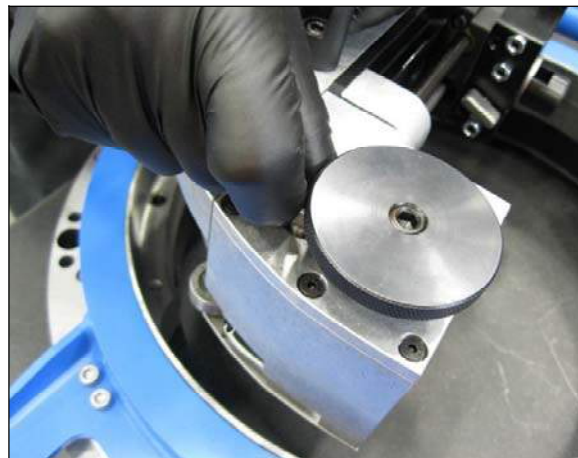

Рисунок 3-20. Выравнивание корпуса подвижного узла в пазу кулачка (ПОКАЗАНА МОДЕЛЬ FF1200)
3. Поверните и зафиксируйте кулачковый ключ разблокировки по часовой стрелке (см. рис. 3-20).